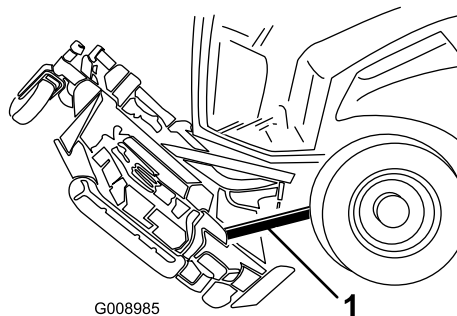

Figure 135
6. Placez une cale entre l'arrière du tablier et la machine (Figure 135).